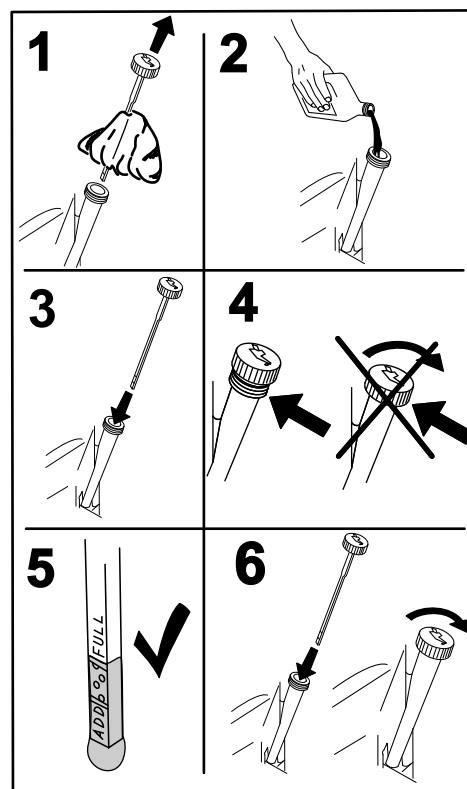

Figure 41
4. Retirez la jauge et essuyez-la sur un chiffon propre (Figure 41).